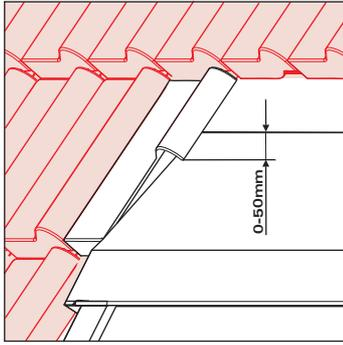

Fig. 3-63 Étape 21
20. Couper correctement la rangée de tuiles. Plier correctement la tôle d'appui de la tuile si nécessaire sur la hauteur nécessaire correspondante. La rangée de tuiles peut affleurer avec la feuillure de la tole supérieure de recouvrement et dépasser au maximum de 50 mm de cette arête. La dimension maximale dépend de la forme de la tuile. En aucun cas, les tuiles ne doivent être couchées sur les tôles de couvertures supérieures (fig. 3-63).
21. Poser la pièce supérieure et positionner les tuiles sur le côté gauche en commençant par le bas (fig. 3-63).